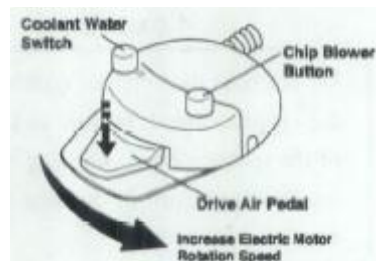

Рис.3-30 Электромоторное ножное управление (тип SE)
(2) Электромоторное ножное управление (тип SE) (опционально) (Рис. 3-30)